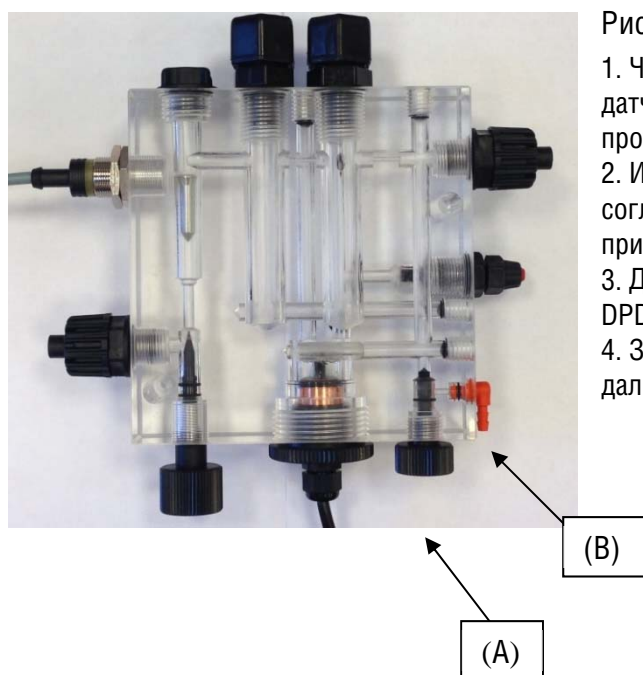

Рис.2
1. Чтобы взять пробу воды из пробоотборника держателя датчика, поверните ручку (A) в правой нижней части держателя против часовой стрелки, как показано на Рис. 2.
2. Из ниппеля отбора проб (B) наберите воду для пробы, согласно рекомендациям используемого вами измерительного прибора.